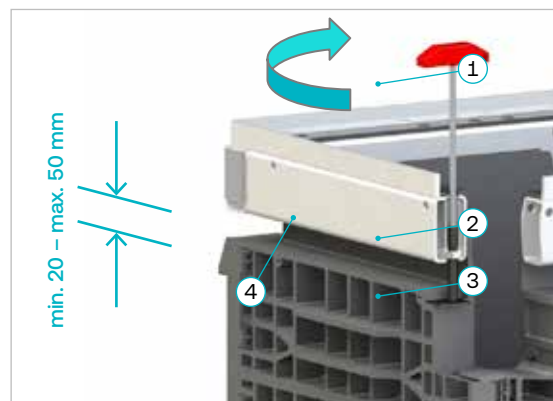

Abb. 38
- > Stahlrahmen (1) wieder auf den Kabelschacht aufsetzen.
- > **Beachten:** Die Gewindestifte (2) der zuvor eingestellten Höhenverstellung durch den noch weichen Trockenmörtel (3) drücken bis sie wieder auf der Blechunterlage aufstehen (siehe Abb. 38 - Pos. 3).